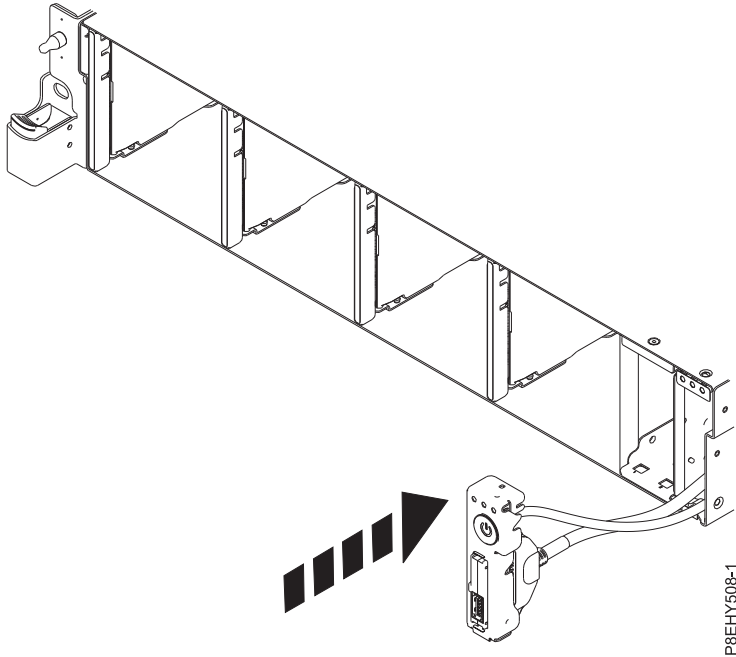

Figura 109. Sustitución del interruptor de alimentación y los cables
4. Inserte el interruptor de alimentación y los cables en el sistema. Tenga cuidado al hacer pasar los cables a través de la placa posterior del sistema, como se muestra en la Figura 109 en la página 94.